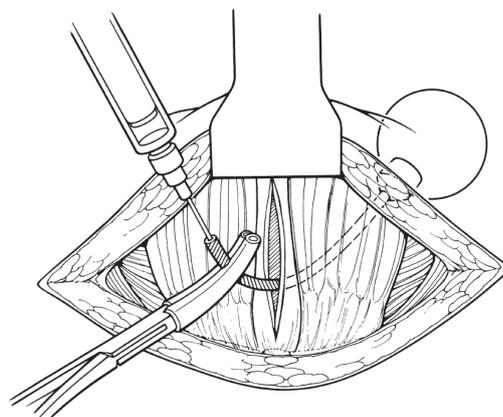

Figura 4-9. Llene el BRP y pince el tubo
16. Pince (sólo una muesca) el tubo aproximadamente a 3 cm del extremo con una pinza hemostática con protector de tubo. (Figura 4-9)